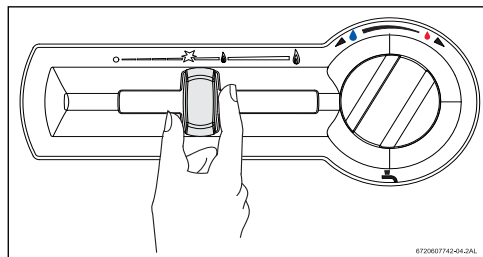

Fig. 5
- Commuter, en premier lieu, le bouton de réglage coulissant de la position « Éteindre » à la position « Allumer » (Fig. 5).